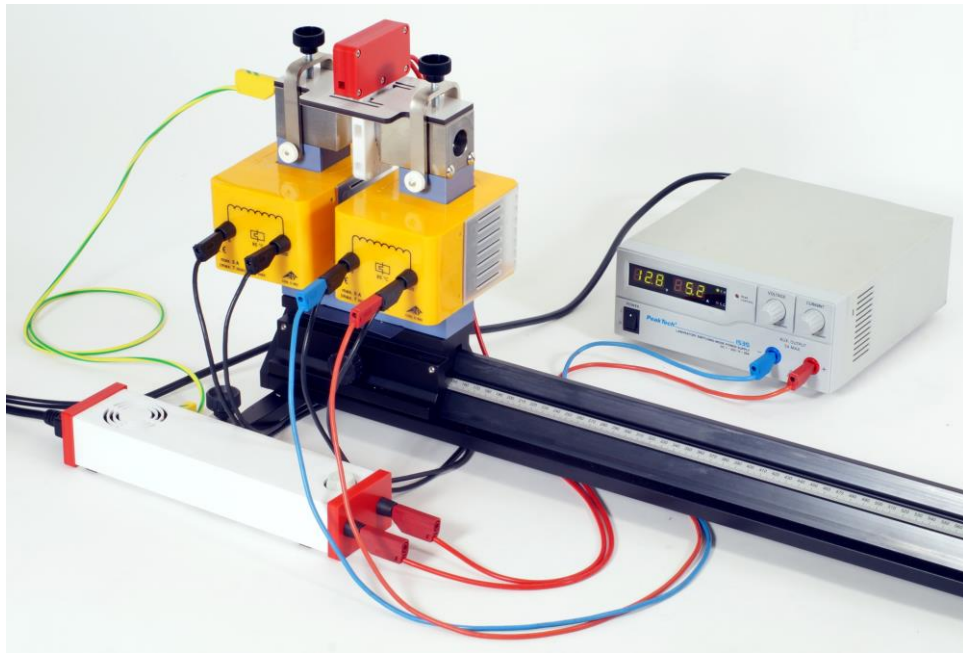
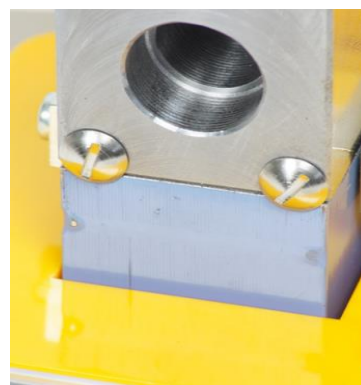

Fig. 1: Elettromagnete installato con lampada Cd montata.
Fig. 2: Espansione polare posizionata correttamente sul nucleo a U.
- Assicurarsi che le coppie di viti (blocchi di sicurezza) siano posizionate ben aderenti al lato esterno del nucleo a U (Fig. 2) in entrambe le espansioni polari.
- Come indicato in Fig. 1, posizionare le bobine sul lato nel nucleo a U.
- Come indicato in Fig. 1, posizionare le espansioni polari sul lato nel nucleo a U. Verificare di posizionare i poli conici opposti e che i poli in piano terminino sui lati del nucleo a U (Fig. 2). Utilizzare entrambe le coppie di viti come ausili di posizionamento.
- Collegare entrambe le bobine in antiparallelo (collegare ad ognuna le prese "0" e "900") all'alimentatore CC (Fig. 1).